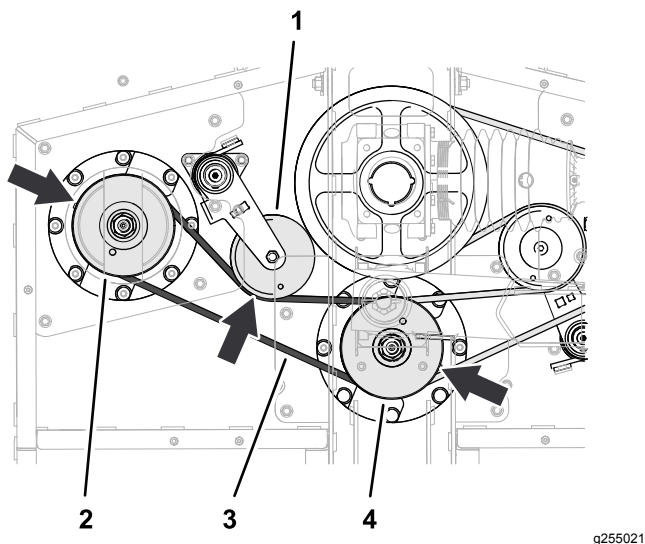

Figure 67
1. Acheminez la petite courroie autour de la poulie d'axe gauche et dans la rainure inférieure de la poulie d'axe central (Figure 67).
2. Au moyen d'une barre de levier ou d'un outil similaire, faites tourner le tendeur de courroie dans le sens antihoraire et chaussez la courroie sur la poulie de tendeur (Figure 67).